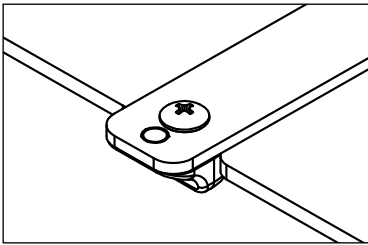

Figure 2
2. Insérer les extrémités de 2 barres de positionnement dans les encoches de repérage compatibles avec Varian Exact® de la plaque de scanner, à 1260 mm de distance (généralement 9 encoches de repérage), et les enclencher en place. (Figures 2 et 3)